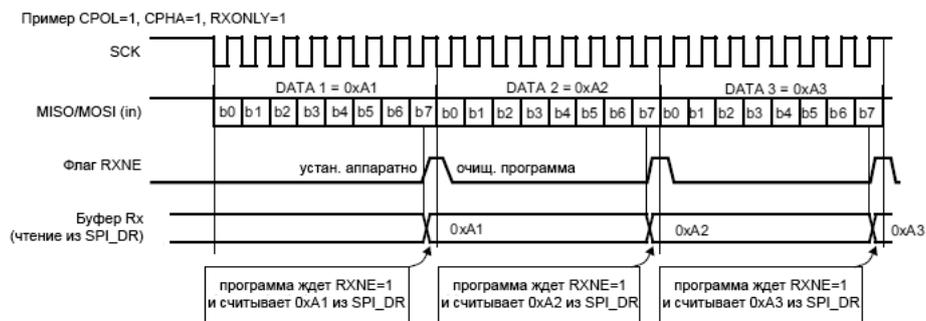

Рис. 257. Поведение RXNE в режиме receive-only (BIDIRMODE=0, RXONLY=1) в случае непрерывной передачи.
**Однонаправленный прием (BIDIMODE=0, RXONLY=1).** В этом случае может использоваться следующая упрощенная процедура (см. рис. 257):